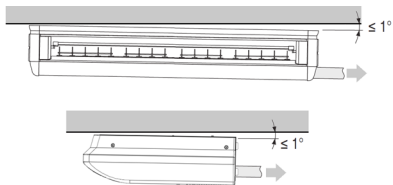

fig. 11
- Garantire una minima inclinazione, verso il lato di deflusso per evitare ristagni di acqua nella bacinella (fig.11).